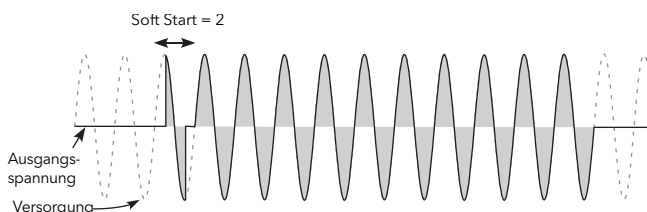

Abbildung 90 Beispiele für Soft-Start
- Soft Start** Nur im Impulsgruppenbetrieb. Die Dauer des Soft-Starts in Netzspannungszyklen, für die die Phasenanschnitt-Rampe zu Beginn jeder Einschaltphase gilt (Abbildung 90).